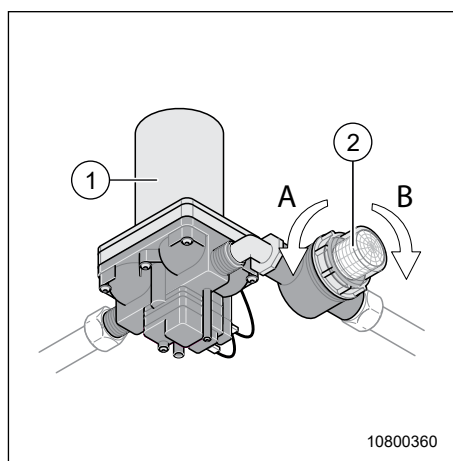

Fig. 109 Pompe à pression
Si lors de la première mise en service de la pompe refoulante ((Fig. 109, Pos. 1), le réservoir d'eau fraîche n'est pas nettoyé, des copeaux résiduels provenant de la production peuvent détériorer la pompe (Fig. 109, Pos. 1)
Le camping-car est équipé d'un système d'alimentation en eau sous pression. La pompe à pression (Fig. 109, Pos. 1) se trouve dans le double plancher avant la cuisine.
Visser le couvercle du préfiltre (Fig. 109, pos. 2) uniquement à la main.
Le préfiltre (Fig. 109, pos. 2) protège la pompe refoulante et le circuit hydraulique contre les impuretés et retient les matières en suspension. Le tamis métallique à fines mailles est inoxydable. L'encrassement du préfiltre (Fig. 109, Pos. 2) est rapidement visible à travers le couvercle transparent.
2. Tourner le couvercle du préfiltre (Fig. 109, pos. 2) dans la direction (A) et le retirer. (fermeture à baïonnette).
5. Nettoyer le préfiltre ((Fig. 109, Pos. 2) et le tamis métallique.
6. Placer le couvercle du préfiltre (Fig. 109, pos. 2) et le tourner dans la direction (B) jusqu'à ce qu'il soit bien en place.
→ En cas de chute de pression aux points de prélèvement d'eau, contrôler si le préfiltre (Fig. 109, Pos. 2) est souillé.